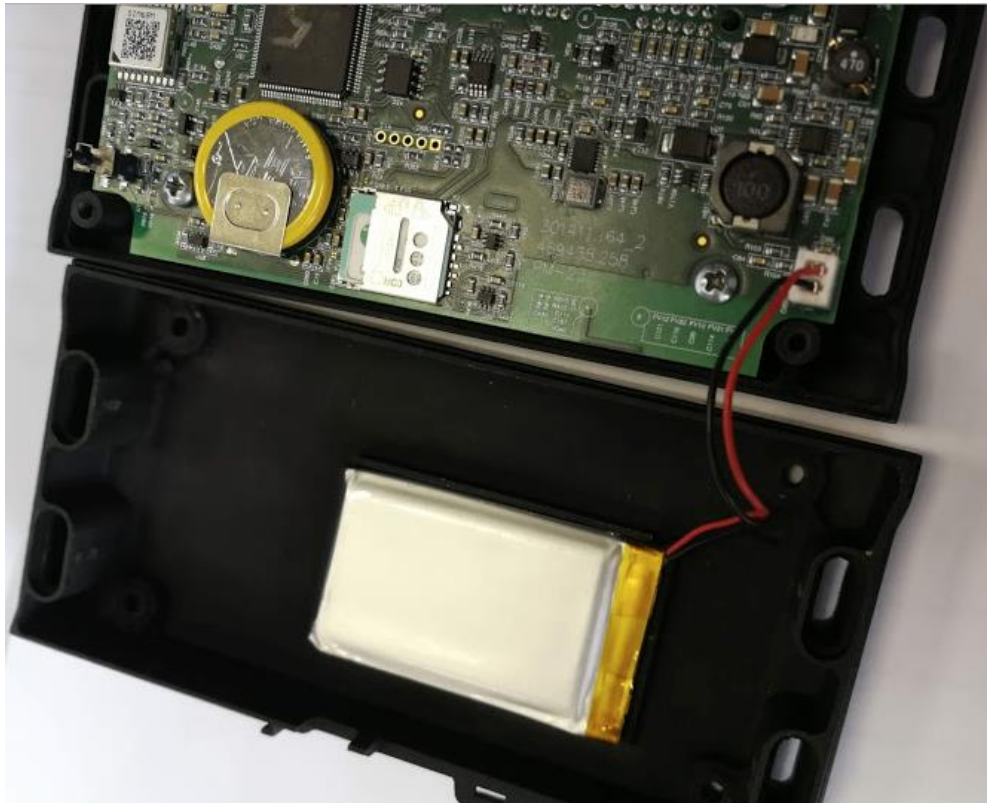

Рисунок 4.3. Подключение аккумуляторной батареи
4. Подключите аккумуляторную батарею к соответствующему двухконтактному разъему до защелкивания (рисунок 4.3).